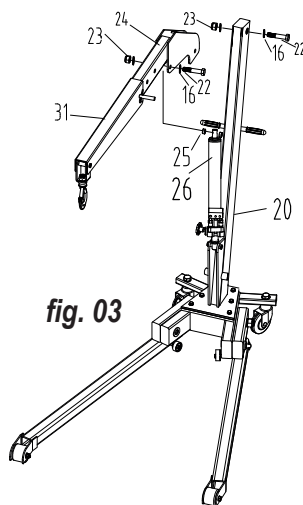

fig. 03
- Reportez-vous à la figure 03 : Utilisez l'écrou-frein n° 23 et le boulon n° 22 pour fixer la pompe n° 26.